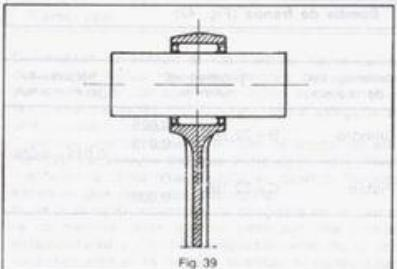

Fig. 39
**Pie de biela-perno-caja de rodillos (Fig. 39)**